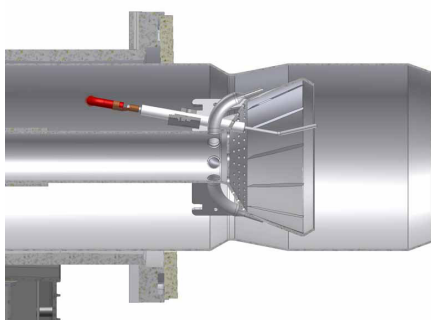
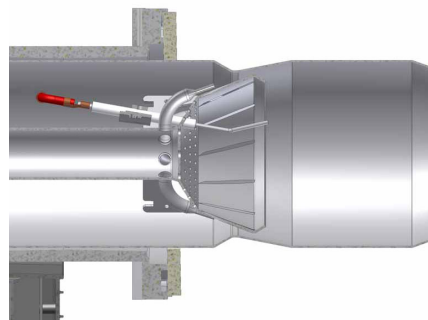

Fig. 35 - Posición "toda hacia adelante"
Fig. 36 - Posición "toda hacia atrás"
El quemador se regula en la fábrica con la cabeza de en posición de máxima potencia "MAX". La calibración de máxima potencia corresponde a la posición "toda hacia adelante" (Fig. 35) de la cabeza de combustión para los quemadores de tipo estándar y, en posición "toda hacia atrás" (Fig. 36) para los quemadores de baja emisión de NOx (Fig. 36). La posición "toda hacia adelante" de la cabeza se considera hacia el interior de la caldera, y la posición "toda hacia atrás" se considera hacia el operador. Para quitar la cabeza de combustión consultar el capítulo "Desmontaje y limpieza de la cabeza de combustión" a pagina 44. En lo que se refiere al funcionamiento con potencia reducida, desplazar progresivamente la cabeza de combustión hacia la posición "MIN" y girando el tornillo **VRT** (Fig. 60) en sentido horario. El índice **ID** indica el desplazamiento de la cabeza de combustión.
- 2 poner en marcha el quemador poniendo en ON el interruptor principal **A** del quemador (Fig. 36): en caso de bloqueo (indicado dal LED **B** del cuadro de control) presionar el botón RESET (**C**) puesto en el cuadro del quemador (ver Fig. 36).
- 2 poner en marcha el quemador poniendo en ON el interruptor principal **A** del quemador (Fig. 36): en caso de bloqueo (indicado dal LED **B** del cuadro de control) presionar el botón RESET (**C**) puesto en el quadro del quemador (ver Fig. 36).